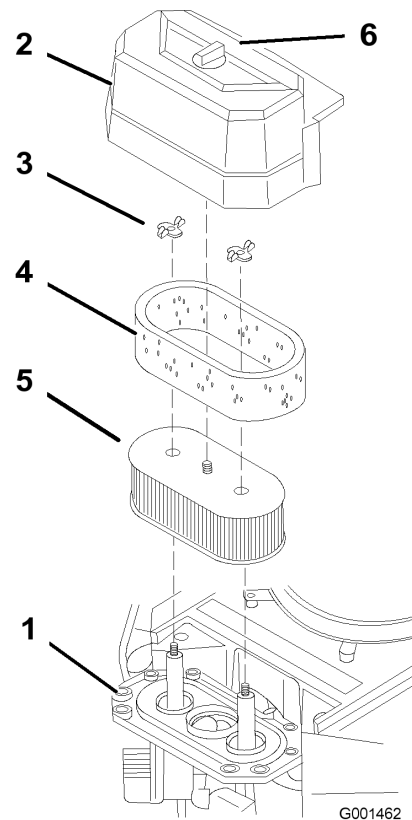

Figura 24
3. Limpie alrededor del limpiador de aire de forma que la suciedad no penetre en el motor y cause daños (Figura 24).
4. Desenrosque el pomo de la cubierta y retire la cubierta del limpiador de aire (Figura 24).
5. Desenrosque las 2 tuercas de orejeta y retire el conjunto del limpiador de aire (Figura 24).
6. Retire cuidadosamente el filtro de gomaespuma del filtro de papel (Figura 24).
1. No limpie el filtro de papel. Cámbielo cada 200 horas de funcionamiento (Figura 24).
1. Deslice cuidadosamente el filtro de gomaespuma sobre el filtro de papel (Figura 24).
2. Coloque el conjunto del limpiador de aire sobre la base del limpiador de aire y fíjelo con 2 tuercas de orejeta (Figura 24).
3. Coloque en su posición la cubierta del limpiador de aire y apriete el pomo de la cubierta (Figura 24).